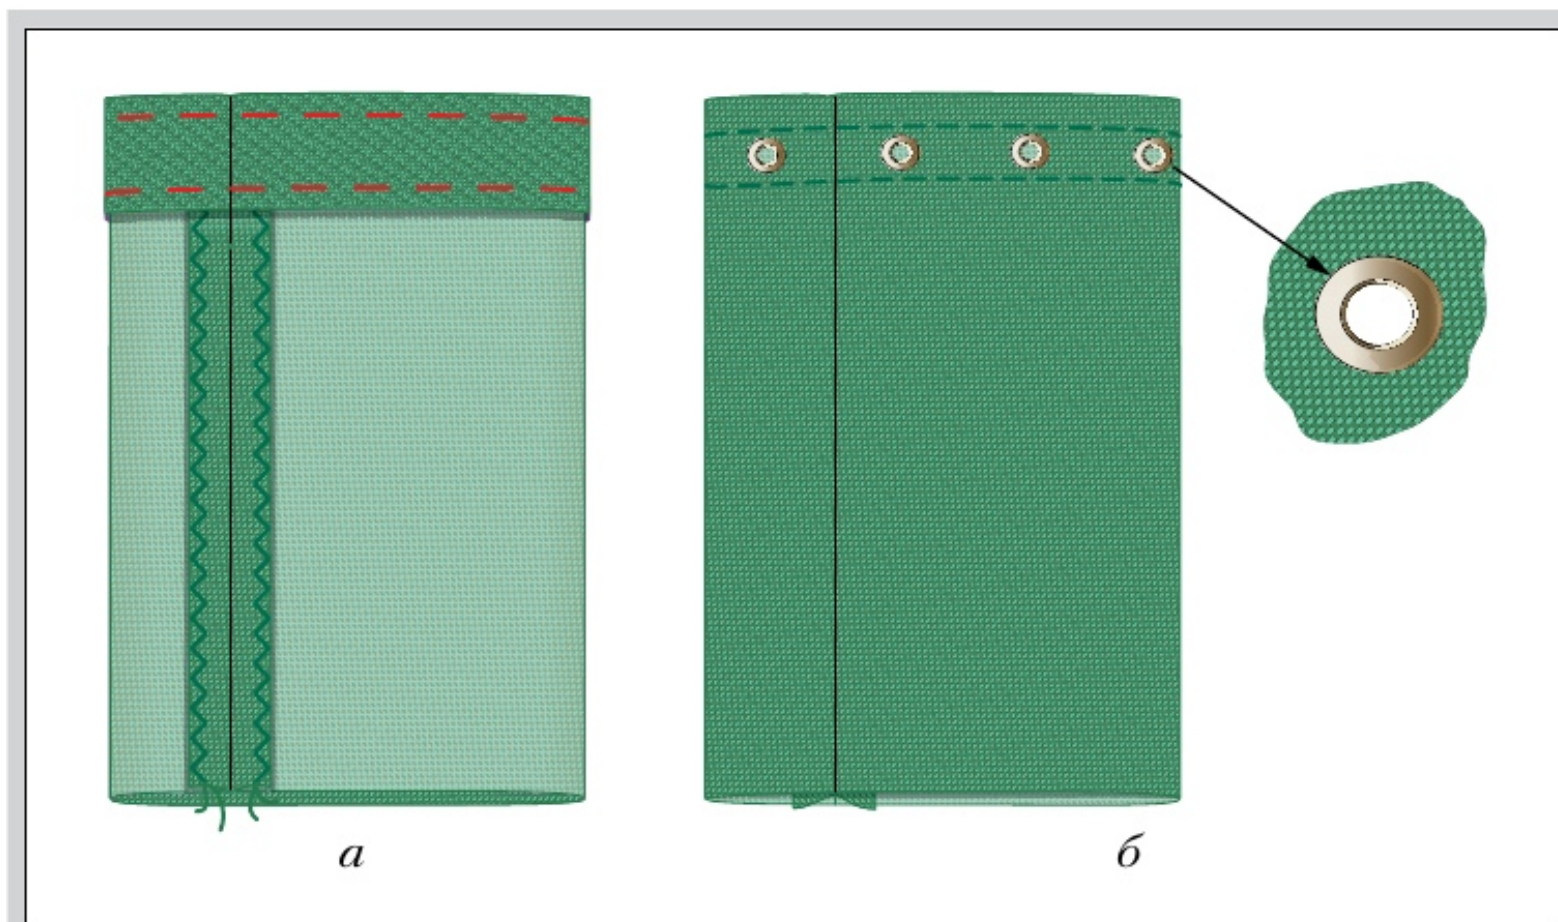

Рис. 109. Обработка верхнего среза сумки: а — запётывание; б — застрачивание и пробивание блочек
2. Подворачивают припуск на шов (10 мм), прикалывают. Запётывают. Удаляют булавки (рис. 109, а).
7. Пробивают между линиями строчки восемь блочек на равном расстоянии друг от друга (рис. 109, б).